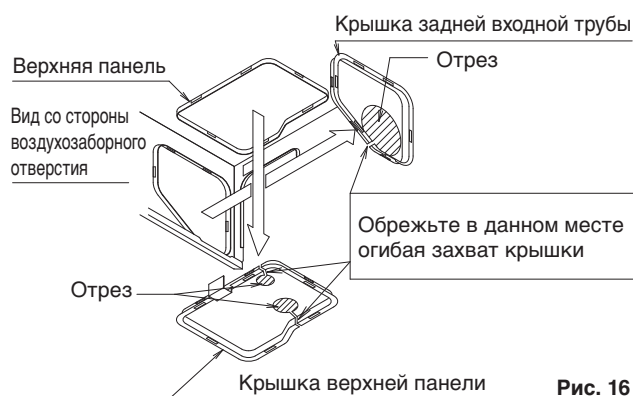
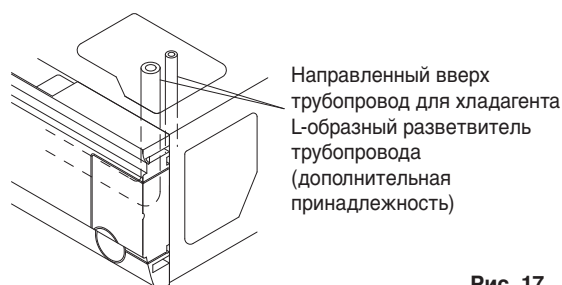
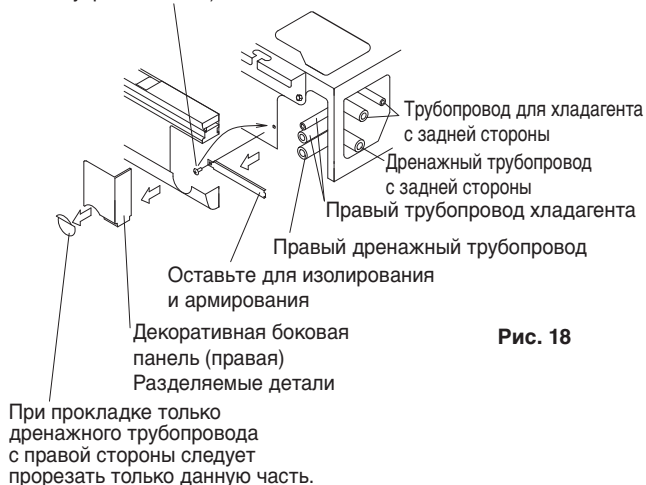
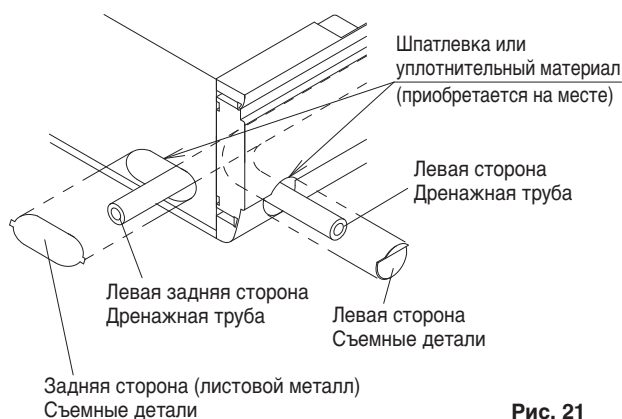

Рис. 16
Рис. 17
Рис. 18
Рис. 21
- Перед подключением трубопровода для хладагента удалите остатки упаковочного материала (в т.ч. армирование). (См. рис. 18)
(1) Для задней стороны трубопровода
- Снимите заднюю крышку для доступа к трубопроводу и подсоедините патрубок. (См. рис. 16 и рис. 18)
(2) Для верхнего трубопровода
- Снимите крышку для доступа к верхней панели и подсоедините трубопровод с помощью Г-образного переходника (опция). (См. рис. 16 и рис. 17)
(3) Для трубопровода на правой стороне
- Удалите остатки упаковочного материала (в т.ч. армирование) с правой стороны и установите винт обратно в отверстие на блоке. (См. рис. 18)
- Прорежьте выбивное отверстие в декоративной боковой панели (правой) и подсоедините трубопровод. (См. рис. 18)
- После завершения работы с трубопроводами прорежьте снятую крышку вдоль трубопровода и установите его. Также, что касается крышки верхней панели, которая была снята ранее, проденьте провод электродвигателя горизонтальной заслонки и вывод термистора через зажим на крышке верхней панели и зафиксируйте их. (См. рис. 16 и рис. 19) При этом следует заделать все зазоры между трубопроводом и крышкой, закрывающей отверстие для трубопровода, с помощью шпатлевки во избежание попадания пыли во внутренний блок.
(1) Выполните установку дренажного трубопровода.
- Дренажный трубопровод допускается подсоединять следующим образом: Для правой задней/правой стороны см. **рис. 18** в разделе “6. РАБОТЫ С ТРУБОПРОВОДОМ ДЛЯ ХЛАДАГЕНТА” а для левой задней/левой стороны см. **рис. 21**.